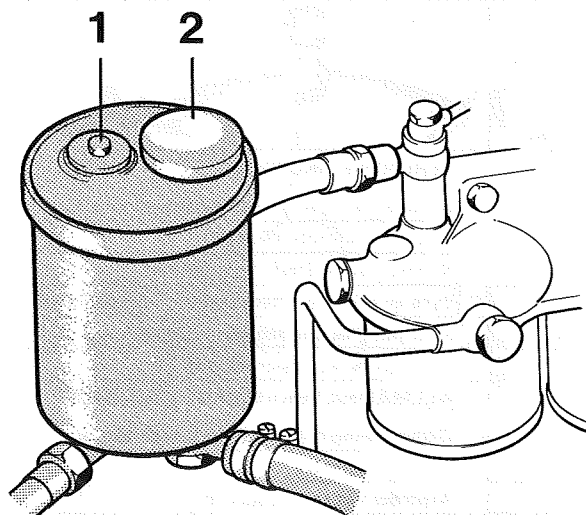

Fig. 10. Hydraultankens placering på motorn
Oljenivån i hydraultanken, som är placerad framtill på motorn (se fig. 10) skall kontrolleras var 14:e dag. Mätstickan är placerad i påfyllningslocket (se 2 fig. 10).
6. Byte av filterpatron: Lossa muttern (1, Fig 10) på oljebehållarens ovansida och byt ut filterpatronen. Montera det nya filtret med gummipackningen nedåt.